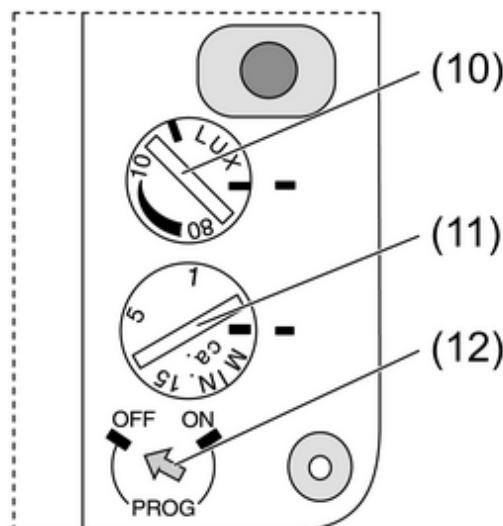

Bild 9: Einsteller
- Helligkeits-Einsteller (10) auf den gewünschten Wert drehen (Bild 9). Empfehlung: Eine Einstellung von 10 Lux aktiviert das Gerät bei Dämmerungsbeginn.
- Einschaltdauer-Einsteller (11) auf den gewünschten Wert drehen (Bild 9). Die Einschaltzeit ist von ca. 10 Sekunden bis ca. 15 Minuten einstellbar.
- Drehschalter **PROG** (12) auf **ON** drehen um den Programmiermodus zu aktivieren (Bild 9). Rote LED blinkt.